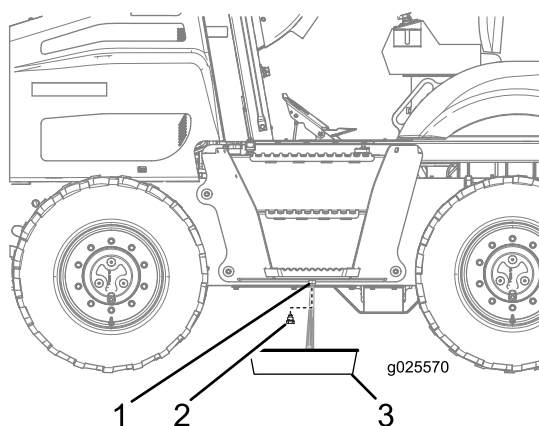

Figure 76
3. Dévissez le bouchon de vidange du réservoir de carburant et vidangez l'eau (Figure 76).
4. Lorsque le carburant qui s'écoule est propre, remettez le bouchon de vidange et serrez-le solidement (Figure 76).